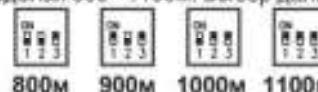
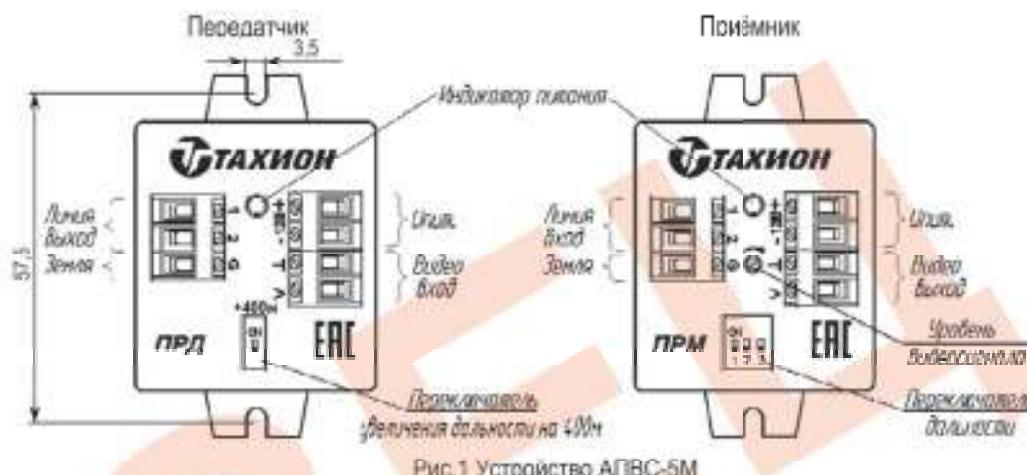
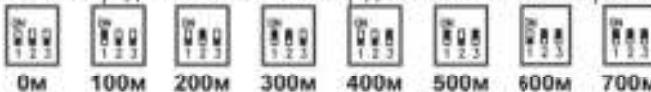

Рис.5 Выбор дальности переключателя дальности
Рис.1 Устройство АПВС-5М
Рис.4 Выбор дальности переключателя дальности
2. На приёмнике «Переключателем дальности» (см. рис.1) установите дальность, соответствующую длине линии в пределах 800 – 1100м. Выбор дальности показан на рис.5.
2. На приёмнике «Переключателем дальности» (см. рис.1) установите дальность, соответствующую длине линии в пределах 0 – 700м. Выбор дальности показан на рис.4.